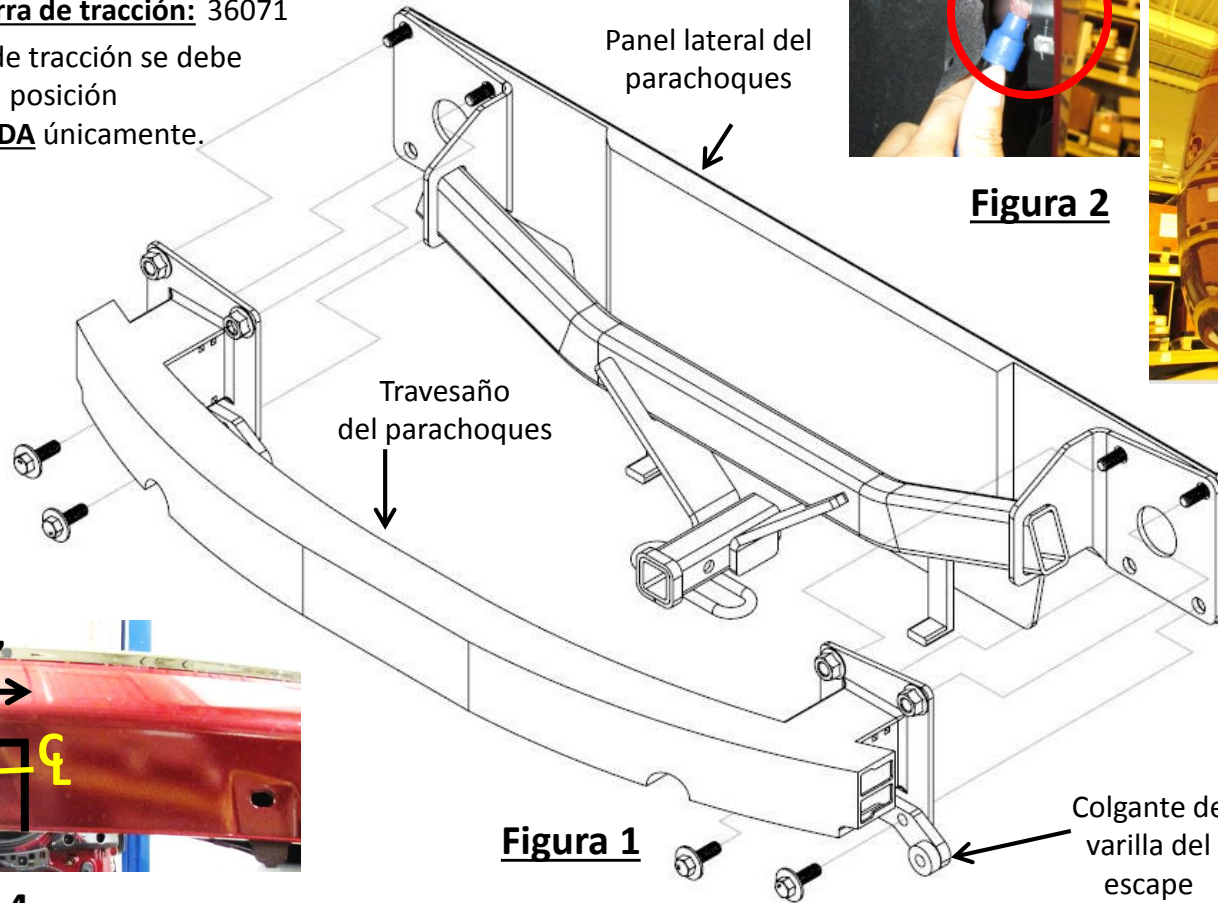

Figura 1
- Instalación del enganche:** Levantar el enganche y alinear los 2 orificios superiores en el enganche con los vástagos en el panel lateral del parachoques. Levantar el travesaño del parachoques y los colgantes de varilla del escape para poner el enganche en el medio, ver la **Figura 1**. Reutilizar las tuercas mariposa y los pernos para fijarlos sin apretar.